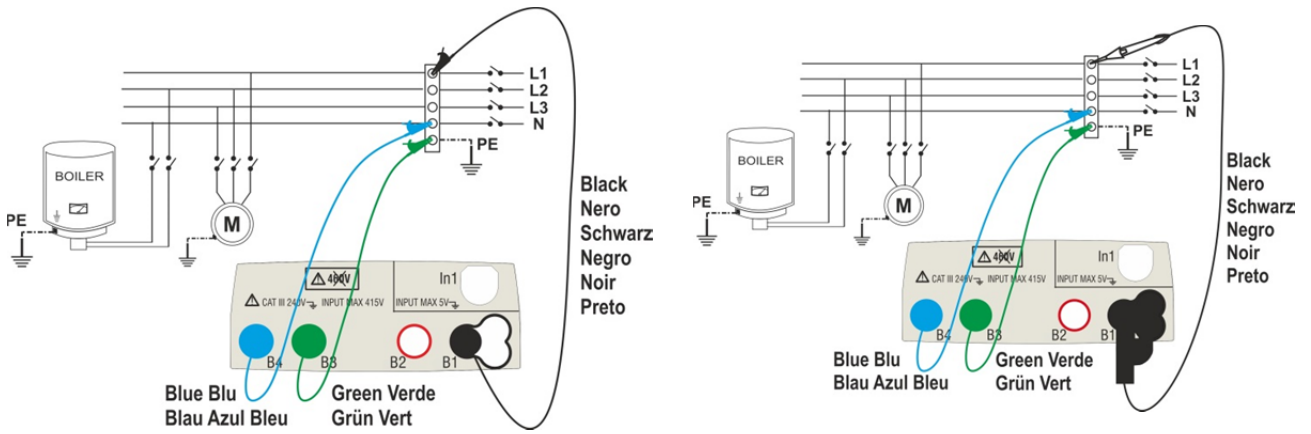

Abb. 10: Geräteanschluss L-PE und L/N-PE mit Einzelkabeln und Tastkopf
5. Verbinden Sie die Krokodilklemmen und/oder die Messkabel und/oder den Tastkopf mit den Enden der zu testenden Leiter wie in Abb. 10 und Abb. 11 gezeigt